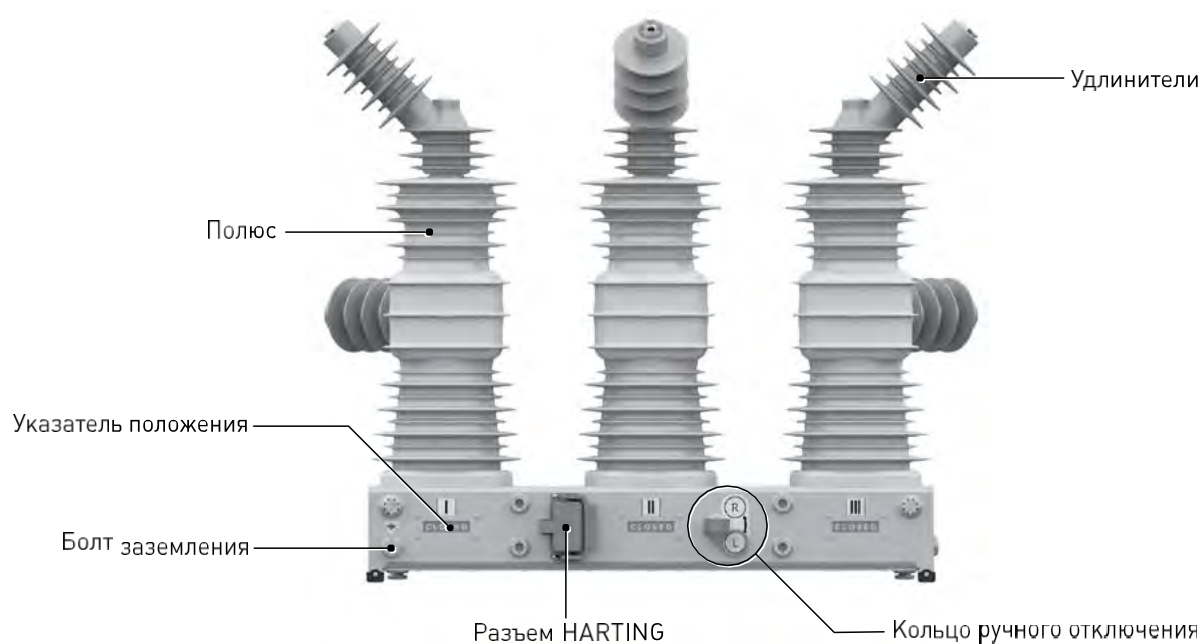

Рис. 3.1. Конструкция OSM35_Smart_1(S)
Основные элементы коммутационного модуля OSM35_Smart_1(S) показаны на рис. 3.1.
Воздействие на механизм ручного отключения осуществляется через кольцо ручного отключения (см. рис. 3.1).